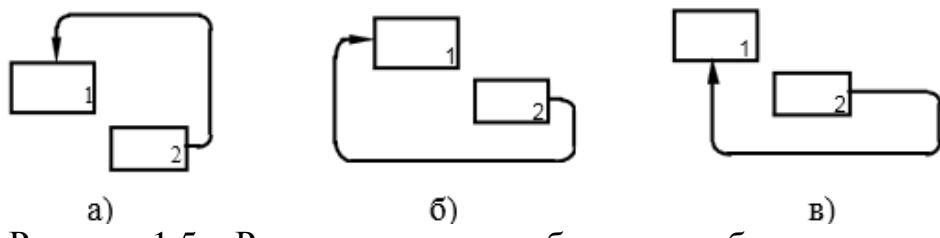

Рисунок 1.5 – Рекомендуюмое изображение обратных связей
11. Обратные связи по управлению должны быть показаны как «вверх и над» (рисунок 1.5.а). Обратные связи по входу должны быть показаны как «вниз и под» (рисунок 1.5.б). Так же показываются обратные связи, которые играют роль механизма (рисунок 1.5.в). Таким образом обеспечивается минимизация количества пересечений линий обратной связи.